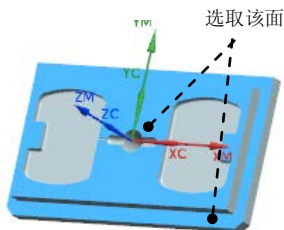

图 18.22 指定切削区域
Step1. 在“几何体”区域中单击“选择或编辑切削区域几何体”按钮，选取图 18.22 所示的面为切削区域。